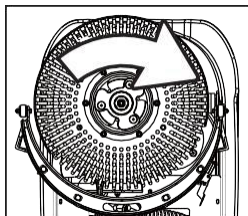
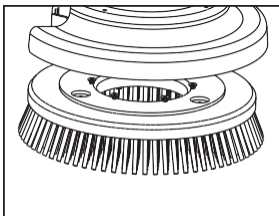

Abb. 15
Abb. 16
- ① Halten Sie die Bürste fest und drehen Sie sie um 30° nach rechts, um die Bürste herauszunehmen (Abb. 15 und Abb. 16), und reinigen Sie sie anschließend.